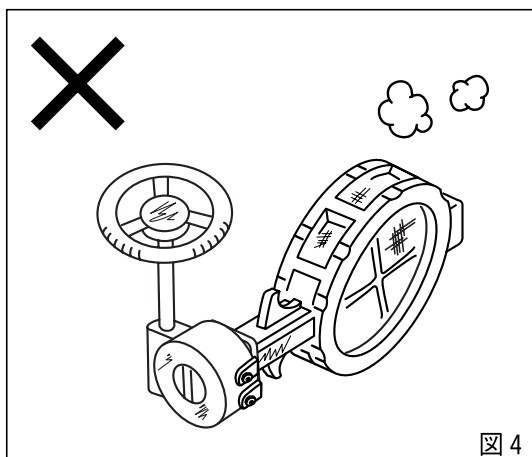

図 4
- 開梱時期：この製品は本体部のフランジ面に保護板を取り付け、内面を保護しています。開梱はできる限り、配管の直前に行い、開梱状態で長時間放置しないでください。本体内にゴミや異物が混入し、正確に作動しくなります。（図4）